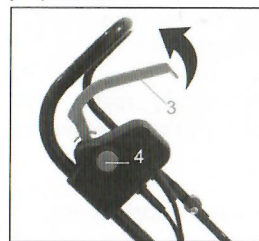

Рис. 12
Включение и выключение (Рис. 12)
1. Нажмите и удерживайте предохранительную кнопку (4), как показано на Рис. 12. Потяните рычаг включения к рукоятки (3). Устройство запустится.